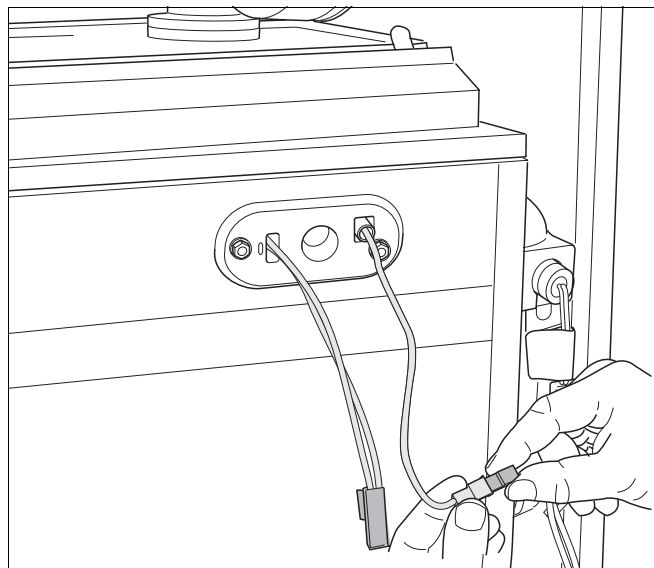

Fig. 88 Afmontering af stikforbinder til ioniseringsselektrode
- Løsn stikforbindelsen til overvågningskablet (fig. 88).